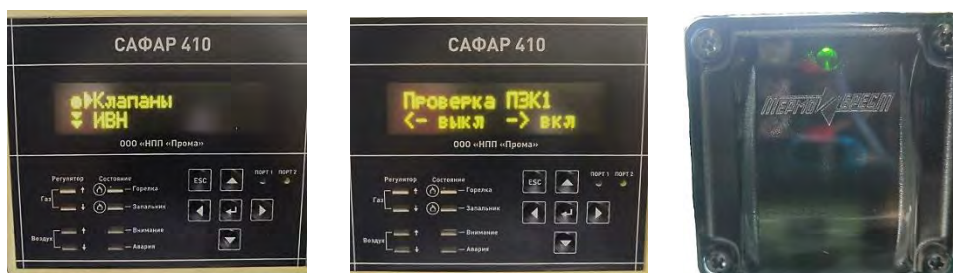

Рисунок 2.13 – Проверка клапанов
- Проверка клапанов. «Клапаны» – «←» – «Проверка ПЗК1» – «ВКЛ→», при этой операции должен загореться зеленый индикатор на клапане и характерный щелчок при открытии данного клапана, Рисунок 2.13. Аналогично проверка для ПЗК2. Перевести переключатель выбора топлива на дизельное топливо и так же проверить все клапаны.